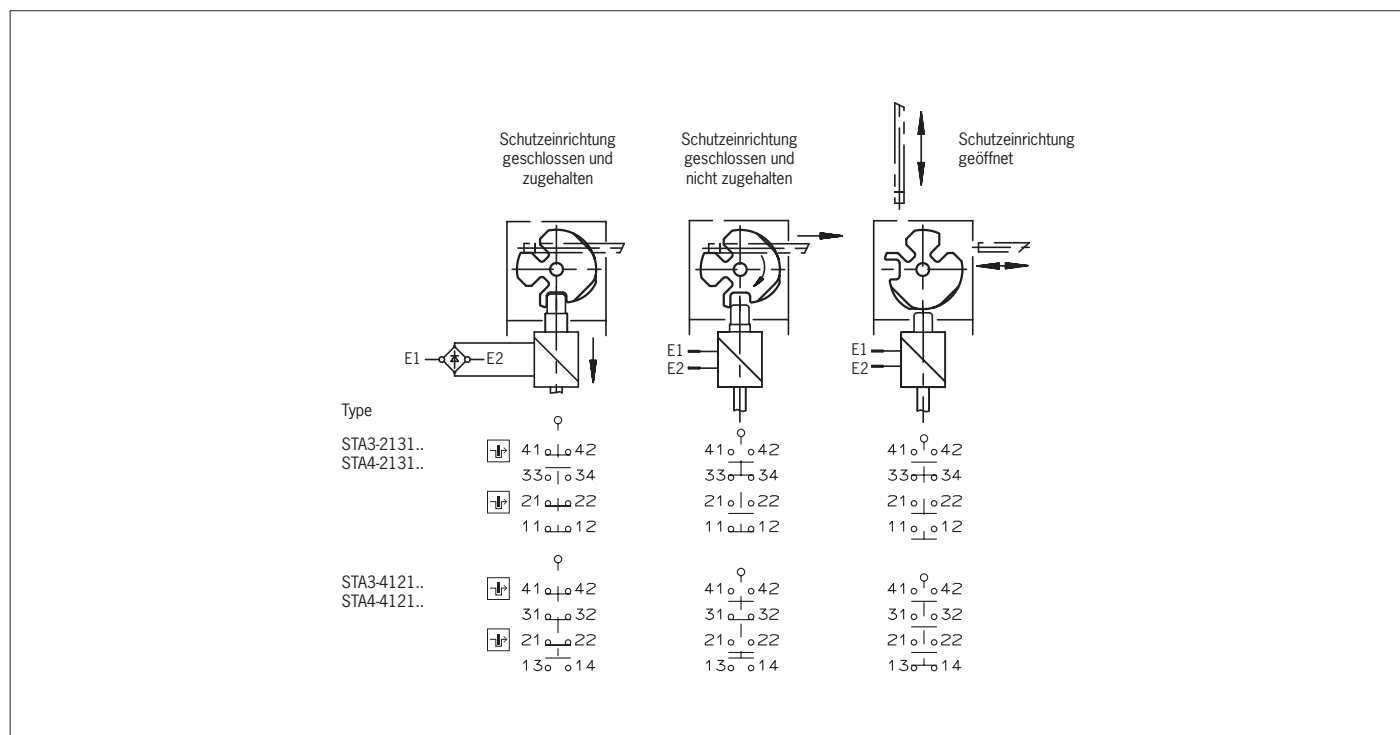

Bild 3: Schaltelemente und Schaltfunktionen
- Anschließen und Klemmen mit 0,5 Nm anziehen (Kontaktbelegung siehe Bild 3).